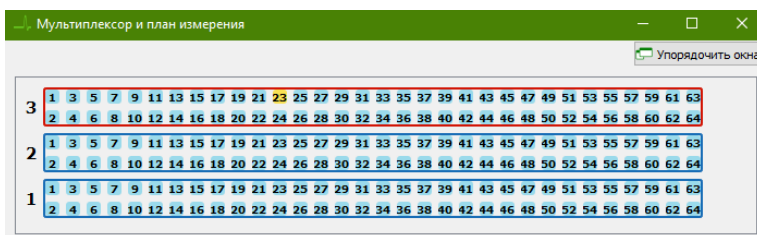

Рисунок 4.32 - Выбор канала мультиплексора в ПО EPLab
- 1.6. Выбрать канал в окне «Мультиплексор и план измерения», щелкнув на номер канала на голубом фоне, при этом выбранный канал поменяет цвет на желтый (рис. 4.32).